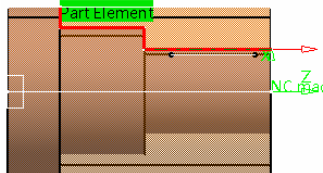

图 7-92 定义零件轮廓（4）
- 定义零件轮廓（4）。单击“Profile Finish Turning.1”对话框中（2）的，切换到几何参数选项卡，单击对话框中零件轮廓感应区，选择如图 7-92 所示的曲线作为零件轮廓，在空白处双击鼠标左键返回。